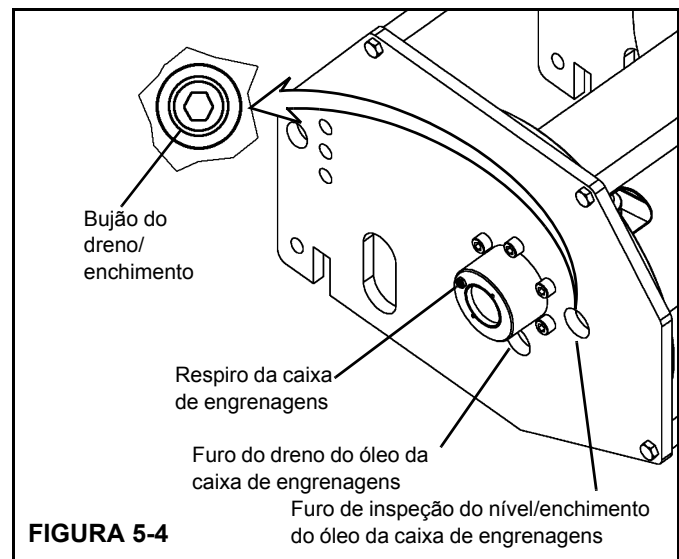

FIGURA 5-4
- Gire o tambor até que o bujão do dreno/enchimento esteja nivelado com o furo de inspeção do nível/enchimento de óleo (Figura 5-4).